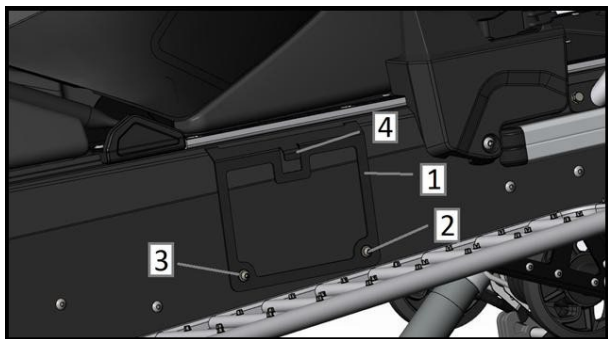

Fig. 39
1. Svitare la vite (pos. 2, Fig. 39) con una chiave esagonale da 4 mm e una da 10 mm. Sul retro del tunnel del telaio sono presenti dadi e viti di fissaggio.